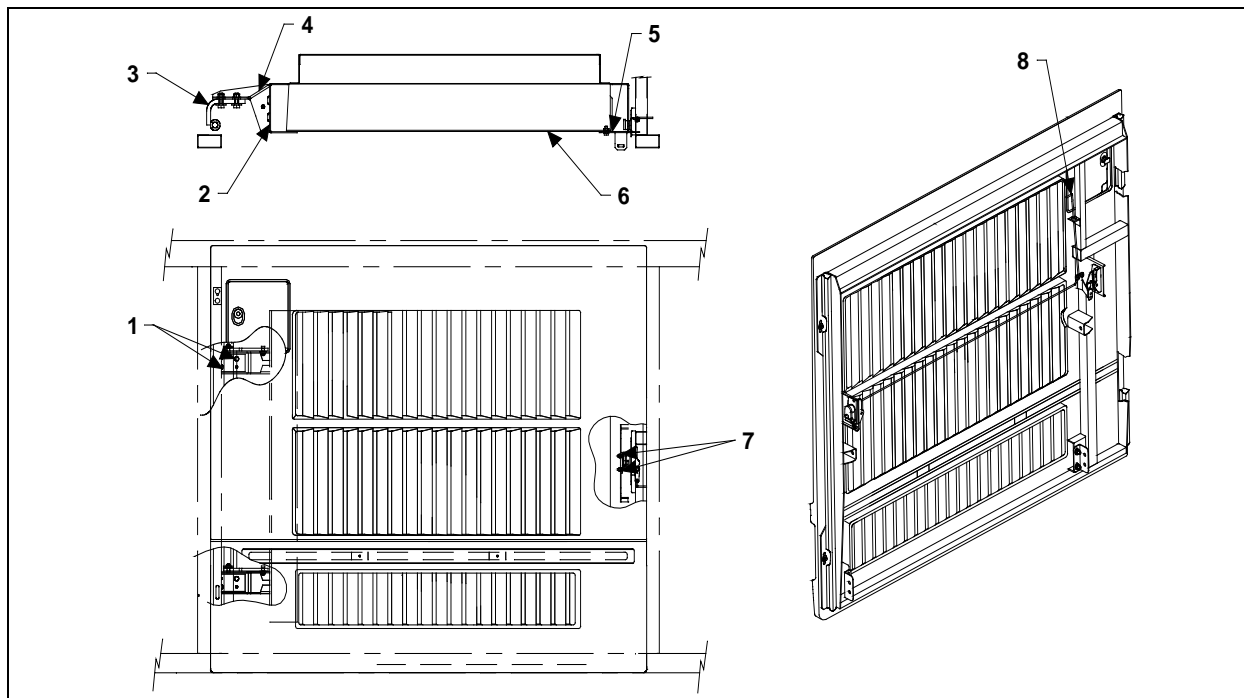

FIGURE 69 : PORTE DU COMPARTIMENT DU CONDENSEUR
2. Desserrer les écrous (1, Figure 69) tenant la charnière (3, Figure 69) à la fixation de charnière (4, Figure 69). Le fait de desserrer les écrous (1, Figure 69) permet de déplacer le condenseur vers la gauche ou la droite et vers le haut ou le bas.
5. Desserrer les écrous de support qui fixent le panneau au condenseur. Le panneau (6, Figure 69) peut alors être déplacé vers l'intérieur ou l'extérieur, vers la gauche ou la droite, et vers le haut ou le bas.
6. Ajuster le panneau du condenseur par rapports aux supports (2, Figure 69 et 5, Figure 69).